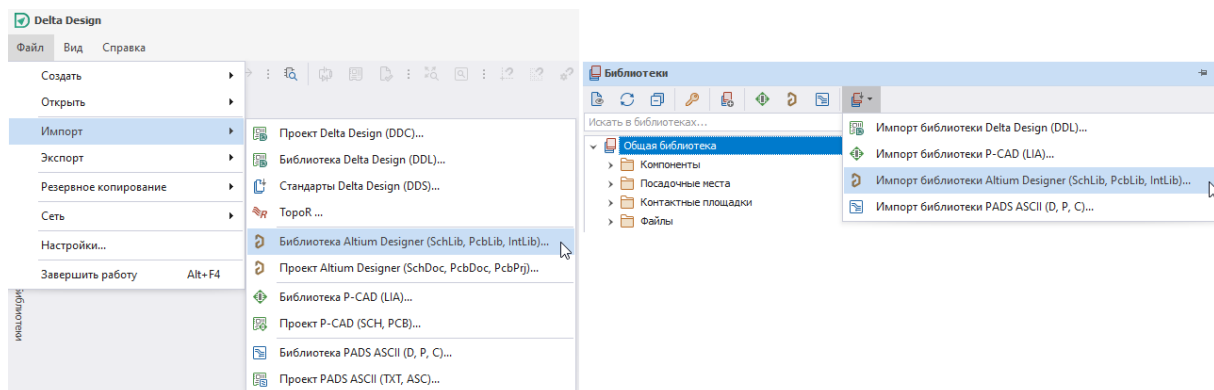

Рис. 5 Вызов мастера импорта библиотек Altium Designer
1. Запустите мастер импорта, Рис. 5.